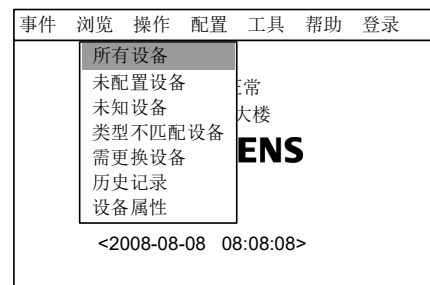
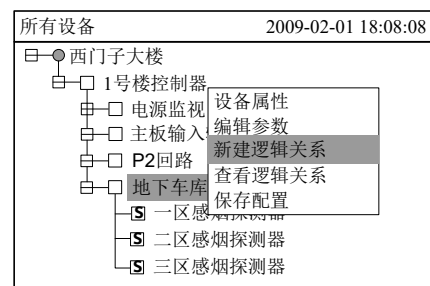

图 24-2
图 24-3
2. 按“→”键选择“浏览”子菜单（图 24-2），选择“所有设备”，然后按“OK”键，树状图显示出来（图 24-3）。按“↓”/“↑”键查找需要新建联动关系的组。
3. 按“→”键弹出快捷菜单（图 24-3），然后按“↓”键选择“新建逻辑关系”，再按“OK”键，进入新建联动关系界面（图 24-4）。所选择组的地址已自动显示在编辑框中。用户可根据联动关系编写规则（附表 4），直接进行输入。